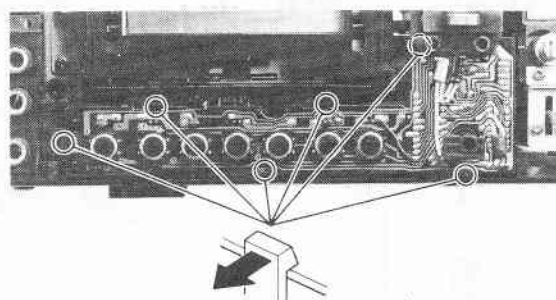

Fig. 6 Abb. 6
6. Control PC Board (Fig. 6)
6. Regler-Platine (Abb. 6)
6. Plaque à circuits imprimés de commande (Fig. 6)